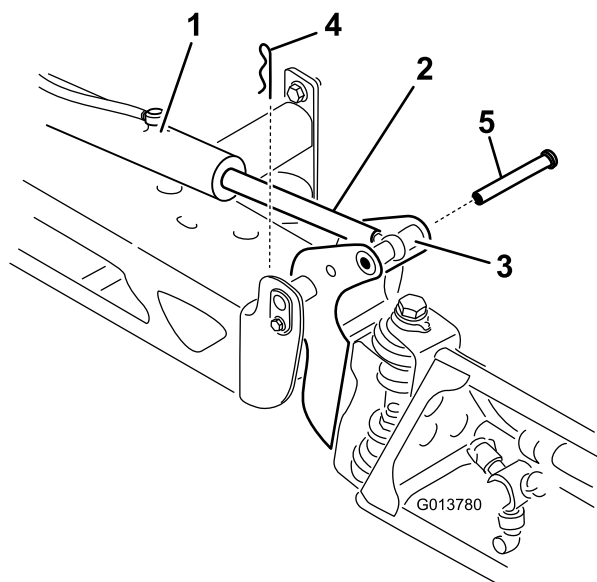

Figure 83
2. Retirez la goupille fendue de l'axe de pivotement (Figure 83).
3. Élevez la rampe et retirez l'axe (Figure 83), puis abaissez lentement la rampe au sol.
9. Tout en maintenant la rampe, insérez l'axe dans le pivot de rampe et la tige de vérin (Figure 83).